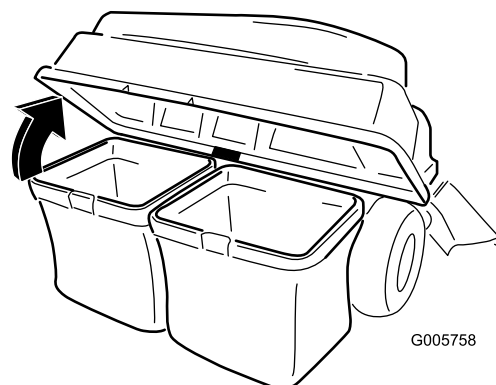

Figure 20
3. Ouvrez (soulevez) le couvercle du système de ramassage (Figure 20).